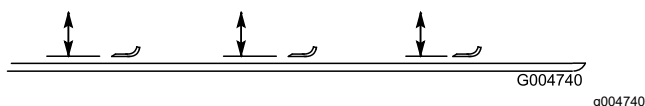

Figure 140
4. Tournez la lame dans le sens longitudinal et mesurez la distance entre l'intérieur de l'unité de coupe et le tranchant à l'avant de la lame (Figure 140).